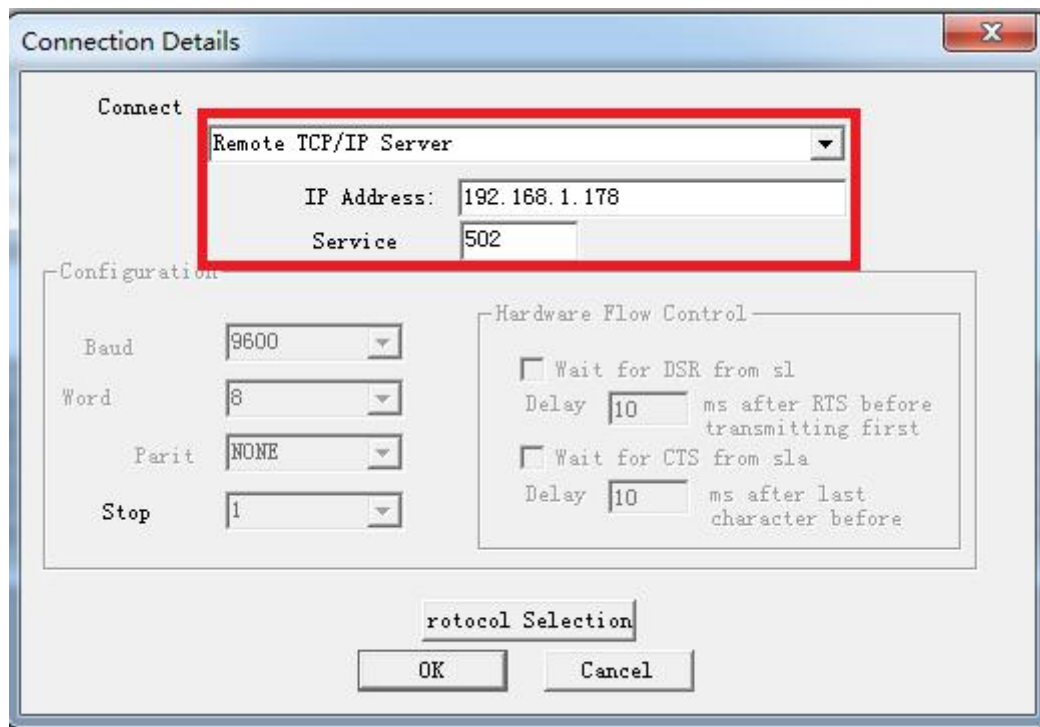

图 1
2. 选择菜单 Connection/Connect, 选择 Remote TCP/IP Server, 输入 RVNet-CP 的 IP 地址, Service 端口为 502; 点击[OK]按钮, 如图 1 所示。